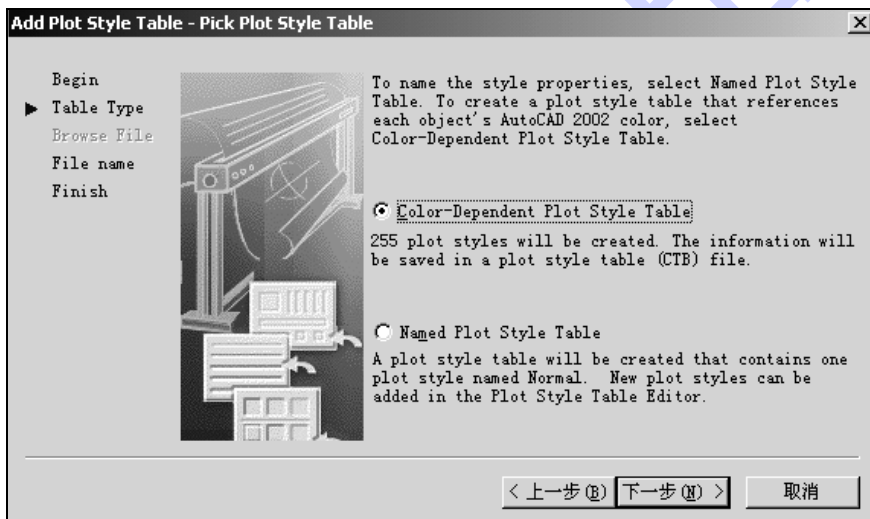

图 10-16 Add-Plot Style Table – Pick Plot Style Table 对话框
3) 在 Add-Plot Style Table – Begin 对话框中，选择 Start from scratch 单选按钮，单击“下一步”按钮，将弹出如图 10-16 所示的对话框。该对话框有两个单选按钮，用来确定新的样式文件的种类。